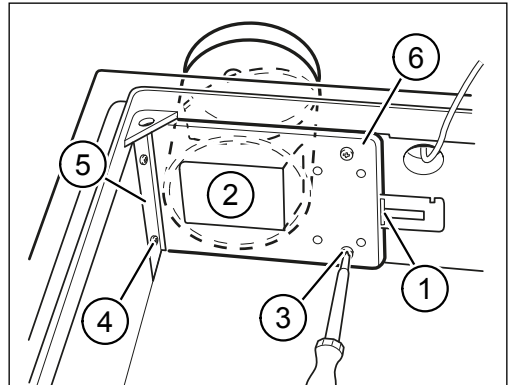

Abb. 18: Brandschutzklappe ausbauen
- ▶ Drücken Sie den Schieber am Schmelzlot (Pos. 1 in Abb. 18) mit einem Schlitzschraubendreher nach rechts und entfernen Sie das Schmelzlot.
- ▶ Schließen Sie die Klappe (Pos. 2 in Abb. 18).
- ▶ Entfernen Sie die zwei Kreuzschlitzschrauben (Pos. 3 in Abb. 18).
- ▶ Lockern Sie die beiden Kreuzschlitzschrauben (Pos. 4 in Abb. 18) am Haltewinkel (Pos. 5 in Abb. 18).
- ▶ Ziehen Sie die Brandschutzklappe (Pos. 6 in Abb. 18) aus dem Haltewinkel und entnehmen Sie die Brandschutzklappe.